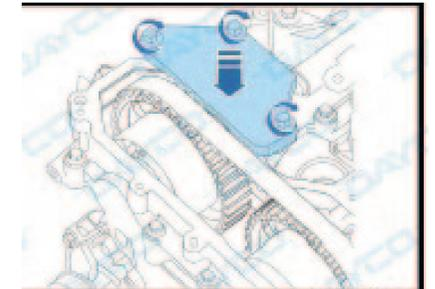

Fig. 1.14
- Instale la plantilla - herramienta de bloqueo del eje de levas de aspiración (Fig. 1.14).